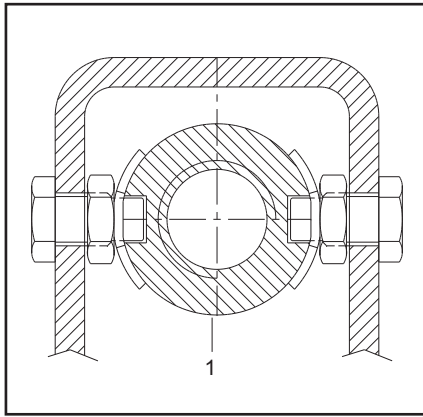

Fig.65 - Abb.65
- check dimension in Fig.65: For optimal operating conditions ensure $A = 1.5 \text{ mm.}$
■ Contrôler la cote A (Fig. 65). Si A=1,5 mm: écrou en parfait état. Si A=0 mm: l'écrou est usé à 50%; la limite d'usure est atteinte. Faire remplacer l'écrou sans attendre. (Contacter le Centre Technique agréé).
- Die Höhe anhand der Abbildung 65 kontrollieren: bei A = 1,5 mm wird ein optimaler Betrieb gewährleistet; bei A = 0 mm ist das tragende Spiralgehäuse zu ca. 50% verschlissen und muß ausgewechselt werden. Es ist der autorisierte Kundendienst zu rufen.
- Verificare, con chiave dinamometrica, che la coppia di serraggio dei dadi di bloccaggio della chiocciola portante (Fig.65 pos.1) sia di circa 20 Nm.
- Using a torque wrench set to ca. 20 Nm, check the nuts (pos.1 Fig.65) are tightened enough.
- Vérifier à l'aide d'une clé dynamométrique que la couple de blocage de l'écrou porteur (Fig.65 pos.1)soit d'environ 20Nm.
- Mit einem Drehmomentschlüssel sicherstellen,dab das Anzugsmoment der Arretiermuttern der Tragmutter (Abb.65;pos.1)ca.20 Nm ist.
- Verificar con una llave de torsión calibrada a 20Nm aprox. que las tuercas estén bien apretadas (fig.65 pos.1).